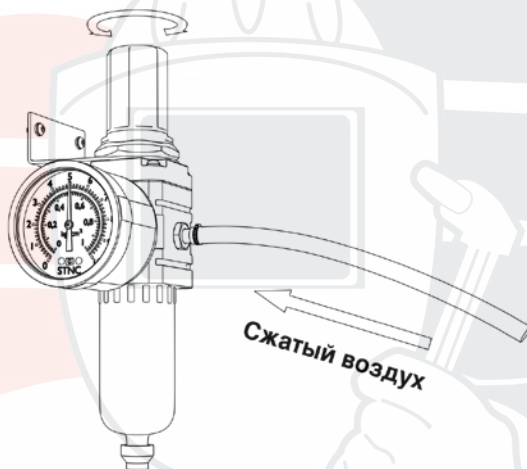

Рис. 8.4. Фильтр-регулятор аппарата воздушно-плазменной резки.
**ВНИМАНИЕ!** Давление сжатого воздуха должно быть постоянным и не ниже 0,5 мПа (См. рис.8.4). При работе на низком давлении сжатого воздуха срок службы плазматрона сокращается.